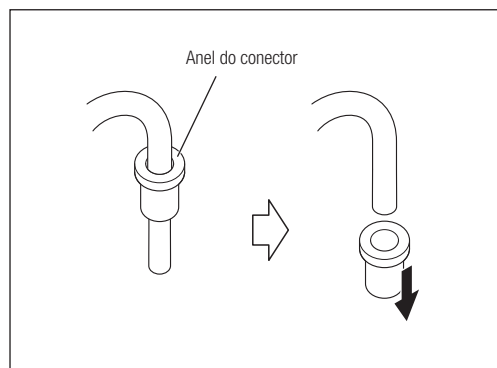

Fig. 51
- 4) Retire o anel conector do tubo de irrigação. Não o elimine. Pode utilizar o anel na bomba de irrigação de substituição (Fig. 51).